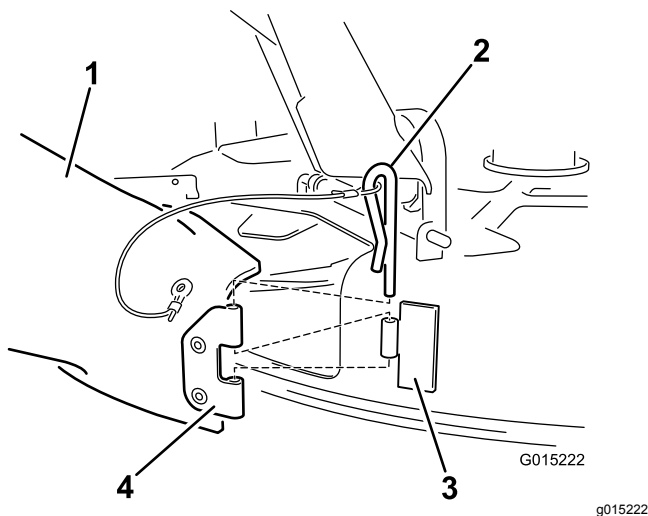

Figure 21
4. Trouvez la goulotte dans les pièces détachées. Alignez les trous dans la charnière de la goulotte et ceux de la charnière du plateau de coupe (Figure 21).